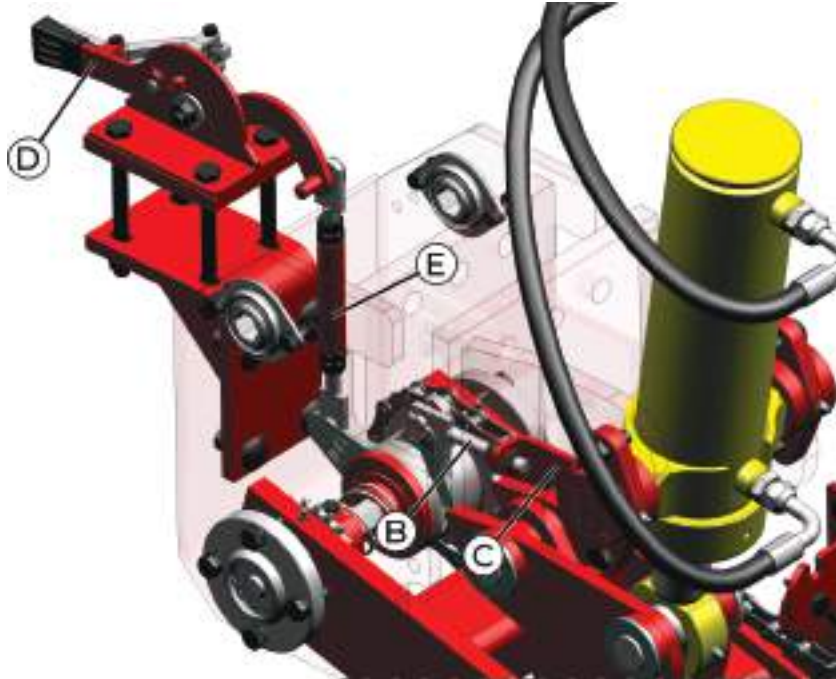

fig. 46
O desligamento automático (*fig. 46*), vinculado ao levante do implemento, é realizado por meio da haste (B) montada no suporte do cilindro (C). Já no desligamento manual, a haste (E) é responsável pelo desligamento, sendo esta acionada pela alavanca do desligador (D).